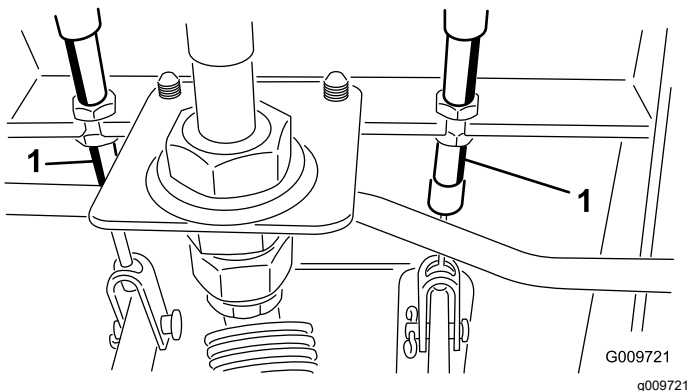

Figura 74
- A. Afloje la tuerca delantera del extremo roscado del cable de freno (Figura 74).